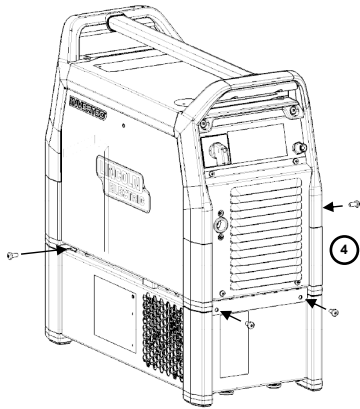

Abbildung 3
4. Zum Schluss schrauben Sie die Adapterbleche an den Kühler (Abbildung 3).